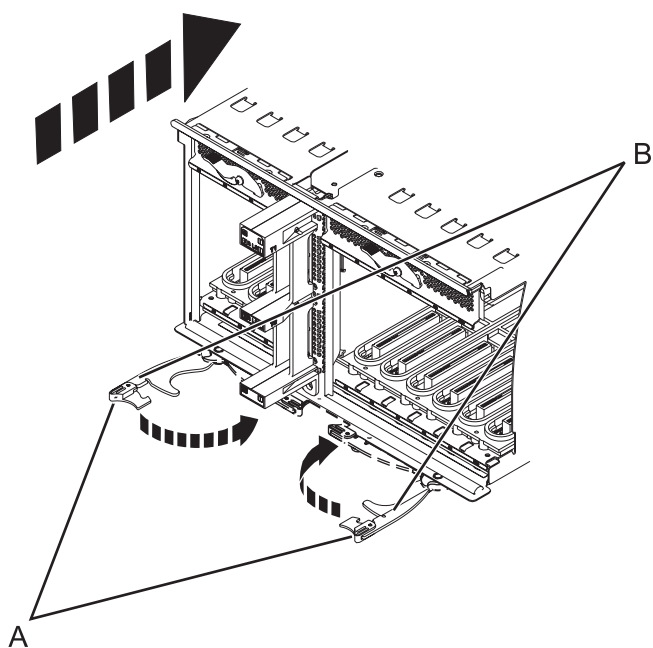

Figure 70. Installation de la carte mère d'entrée-sortie sur un modèle monté en armoire
8. Insérez la carte mère d'entrée-sortie fermement dans le serveur, comme indiqué dans la figure 70, à la page 88.
9. Fixez la carte mère d'entrée-sortie avec les languettes de verrouillage (A), comme indiqué dans la figure 70, à la page 88.